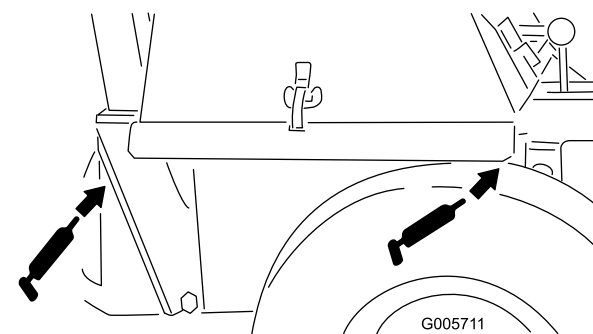

Figura 37
- Cierres de la carcasa de la toma de fuerza (Figura 37)